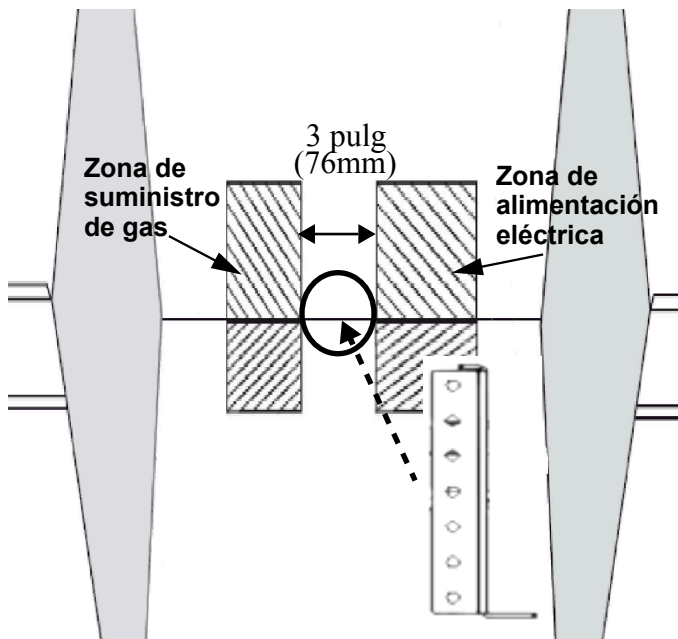
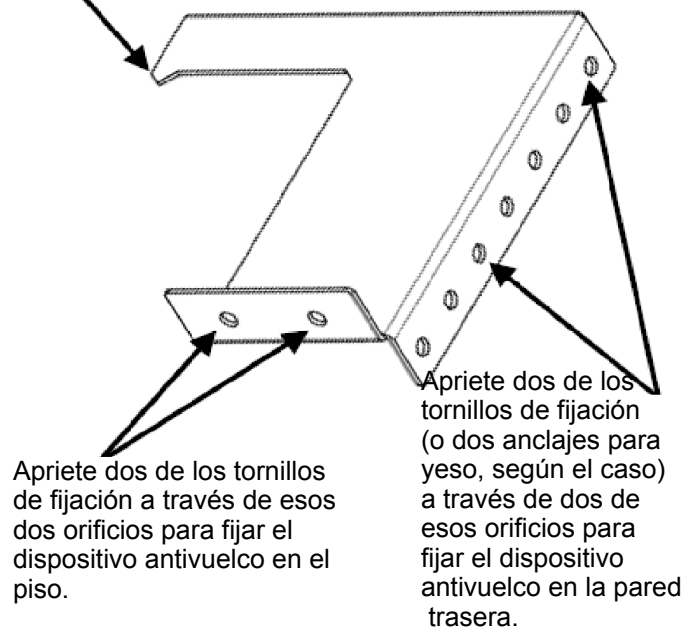

Figura 10: Ubicación para la instalación del dispositivo antivuelco
Figura 11: Soporte antivuelco
3. Para las grandes y pequeñas hornillas, si la puerta o la agarradera parecen levemente desniveladas, puede ajustar su inclinación apretando o aflojando el tornillo Torx de la bisagra con un gran destornillador Torx T-20. El tornillo se encuentra directamente encima de la ranura de la bisagra. Apriétela o aflójela según el ajuste que haga falta para alinear correctamente la puerta (*Figura 10*).
- En todos los casos, se deben fijar al menos dos (2) tornillos de fijación para instalarlo en el piso o dos tornillos de fijación (o anclajes par muro de yeso-cartón) para fijarlo en la pared situada detrás del aparato (vea las *Figura 10* y *Figura 11*).
- Coloque el soporte en el piso, cerca del centro del sitio donde se instalará el aparato (ilustrado en la *Figura 10*).
- Utilice un conducto flexible de ¾ pulg. (19 mm) entre el suministro de gas y la línea de suministro del aparato. La línea de suministro de gas está ubicada detrás de la estufa, abajo a la derecha. La línea externa de suministro de gas del aparato tiene una rosca de tipo NPT ¾ pulg. (19 mm) y la rosca interna es de tipo NPT ½ pulg. (13 mm) (vea la Figura 10).